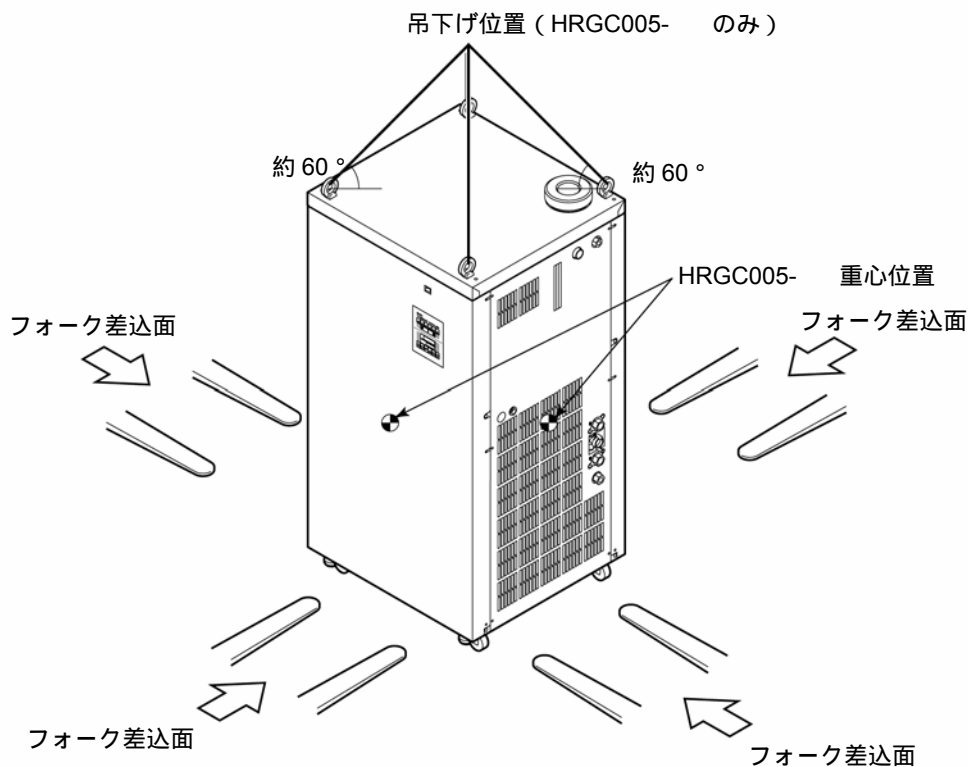

図 3-1 フォークの差込み位置および吊下げ要領
- フォークリフトを使用して運搬する場合は「図 3-1 フォークの差込み位置および吊下げ要領」を参照し正しい位置にフォークを差込み運搬してください。その際キャストにフォークが接触しない様、注意してください。